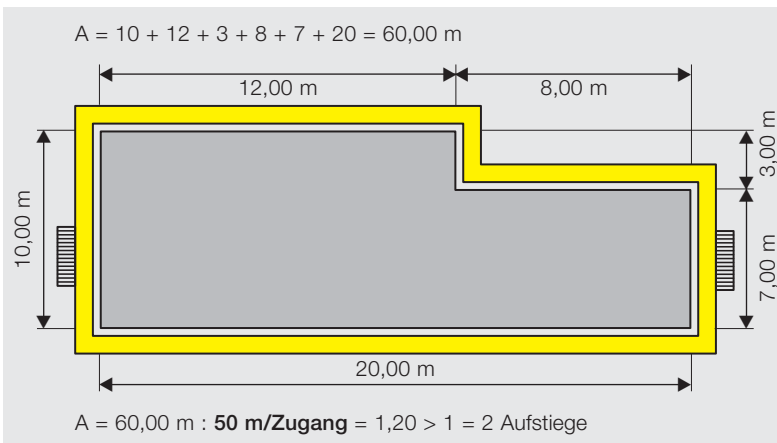

Bild 16: Anzahl Zugänge (Zahlenbeispiel)
- Für jeden Arbeitsplatz ist in höchstens 25 m Entfernung ein Zugang vorzusehen (Bild 16).